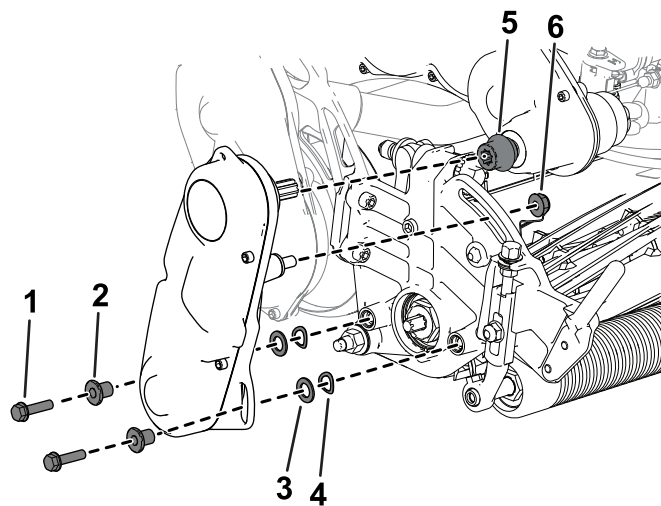

Figura 46
6. Utilizzate le viti a esagono incassato, le rondelle e i distanziali rimossi in precedenza per fissare il gruppo di trasmissione del cilindro alla piastra laterale dell'apparato di taglio (Figura 46).
Assicuratevi che l'albero del gruppo di trasmissione del cilindro sia montato all'accoppiatore dell'albero di trasmissione (Figura 46).